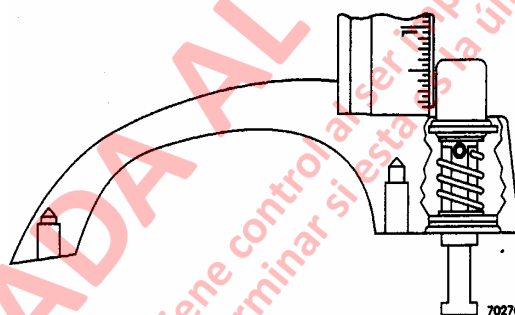

FIGURA 2-5. MEDICION DE LA DISTANCIA DE RECORRIDO DEL EMBOLO
- Determine la cantidad de juego libre en la puerta, libere el émbolo empujándolo sobre el émbolo hasta que haga contacto con el mecanismo de liberación de la puerta. Mida la distancia que recorre el émbolo desde esta posición hasta donde el émbolo se libera completamente. (Ver Figura 2-5).